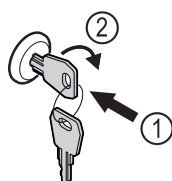

Fig. 149 Représentation à titre d'exemple
- Insérer la clé Fig. 149 (1).
- Tourner la clé à 90° dans le sens horaire Fig. 149 (2).